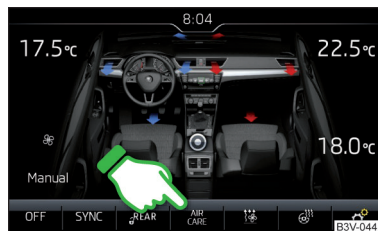

Fig. 170
- Pentru **activare/dezactivare** apăsați tasta **MENU** de pe panoul de operare a Climatronic, apoi atingeți suprafața de comandă funcții **AIR CARE** → **Activ** de pe afișajul Infotainment » **fig. 170.**